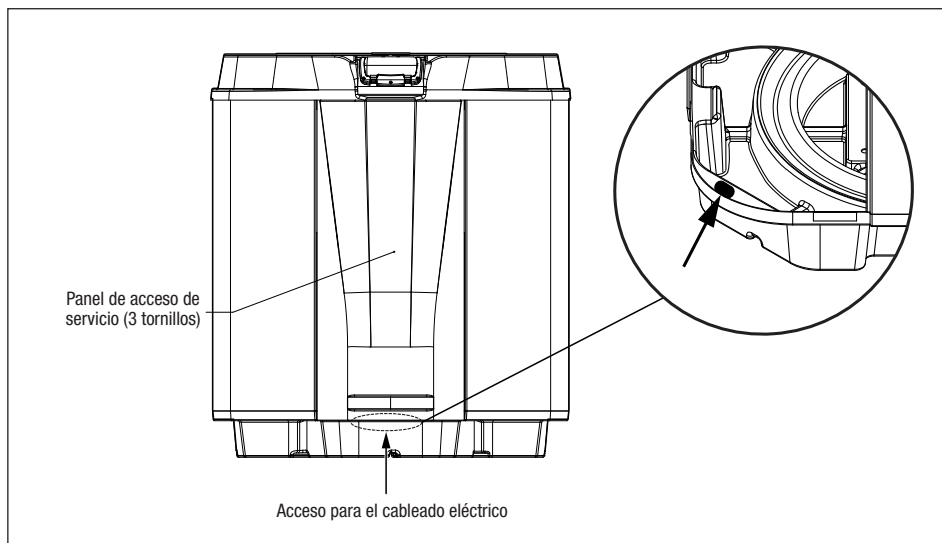

Figura 9. Vista delantera de la bomba de calor Jandy JRT
2. Extraiga los tres (3) tornillos que conectan el panel de servicio/acceso a la unidad de la bomba de calor (consulte la *Figura 9*).
2. Extraiga los tornillos que conectan el panel de servicio/acceso a la unidad de la bomba de calor y la cubierta de la caja de conexiones (consulte la Figura 9).
3. Tienda los cables del sistema de control de la piscina/del hidromasaje hasta la conexión de conducto etiquetada "Low Voltage Connection" (Conexión de bajo voltaje) y ubicada en la parte inferior derecha de la bomba de calor (consulte la Figura 9). Asegúrese de que los conductores no estén pellizcados o dañados.
2. Extraiga los tres (3) tornillos que conectan el panel delantero a la bomba de calor y extraiga el panel delantero. Consulte la *Figura 9*.
5. Tienda cuatro (4) cables de cobre macizo 22 AWG hacia adentro de la membrana blanda de bajo voltaje ubicada en la parte inferior izquierda de la bomba de calor. Los cables pueden tener hasta 300 pies (91,4 m) de largo.